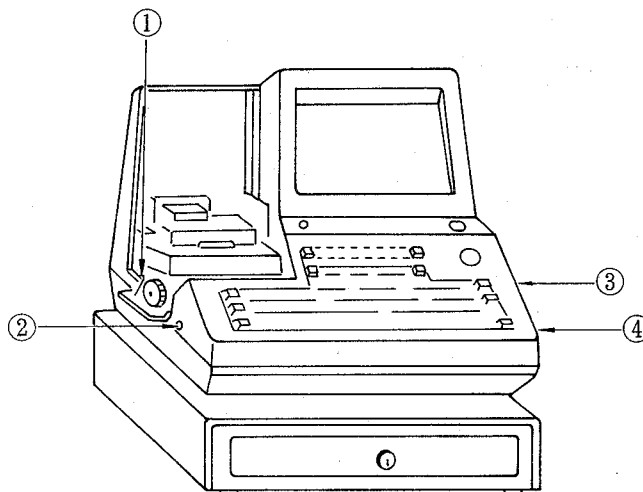

Figura 39
- 3) Extraiga los tornillos (4 piezas) como se muestra en la figura 39, y a continuación extraiga la cubierta superior.